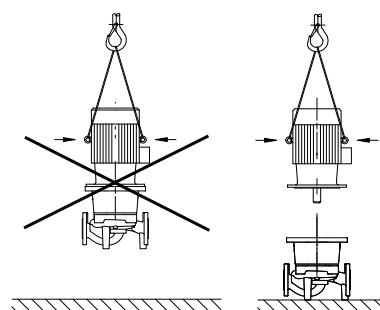

Fig. 20: Transportul motorului
- Inelele de ridicare de la motor servesc numai la susținerea sarcinii motorului și nu se pretează la susținerea întregii pompe (fig. 20).**